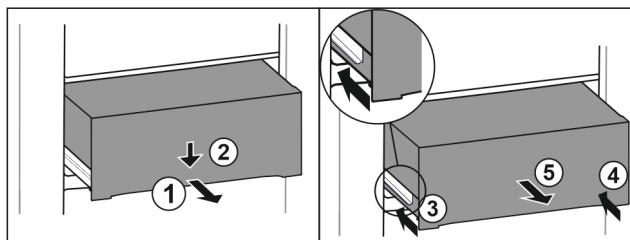

Fig. 104
- ▶ Húzza ki félig a fiókot. Fig. 104 (1)
- ▶ Nyomja le a fiók elülső oldalát. Fig. 104 (2)
- ▶ Tolja be a bal oldali sít körülbelül 2 cm mértékben. Fig. 104 (3)
- ▶ Tolja be a jobb oldali sít körülbelül 2 cm mértékben. Fig. 104 (4)
- ▶ Vegye ki a fiókot előre felé. Fig. 104 (5)